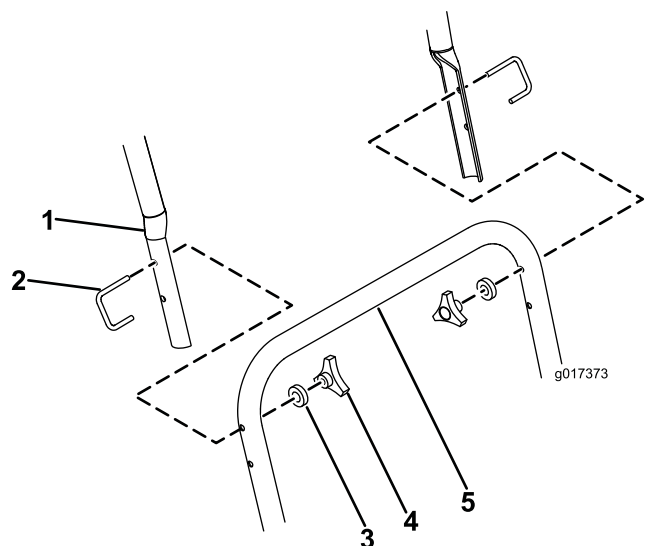

Figure 4
- Reliez la partie supérieure du guidon à la partie inférieure en fixant chaque côté avec un étrier fileté, une rondelle M6 et une mollette (Figure 4).